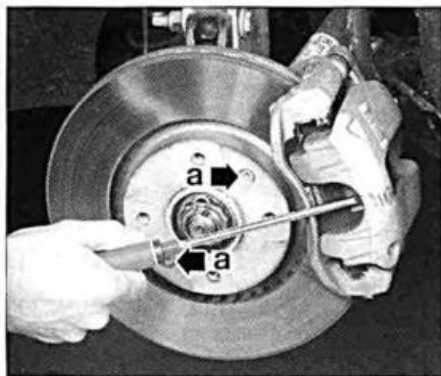

FIG. 5
- Empujar hacia atrás el pistón (hacer palanca con un destornillador) (fig. 5).
- Desmontar los tornillos (A) (fig. 5) y el disco de freno.